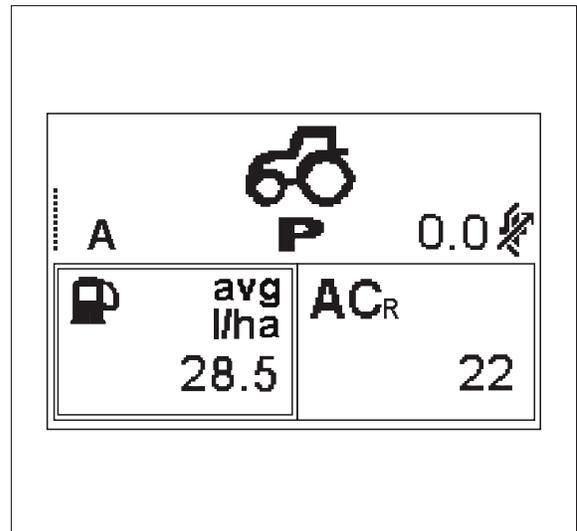

Fig. 27.
**Media del consumo de combustible en la superficie trabajada fig. 27**